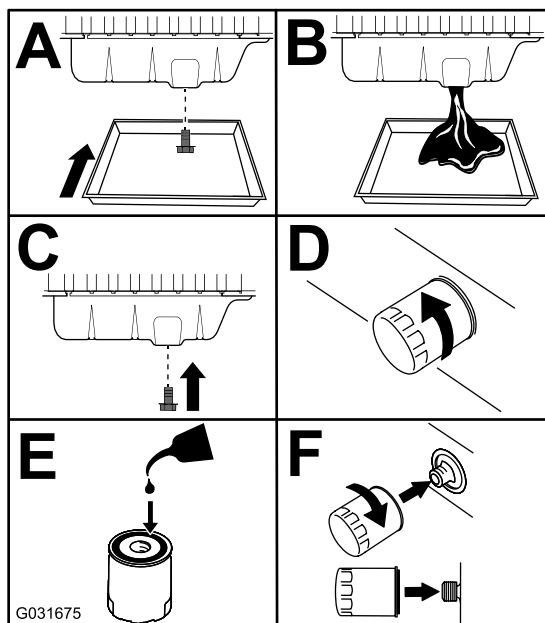

Figura 46
3. Sostituite l'olio motore e il filtro (**Figura 46**).